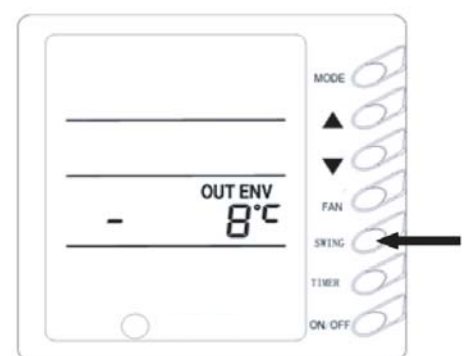

Fig. 8
7) Visor de la temperatura exterior (Fig. 8)